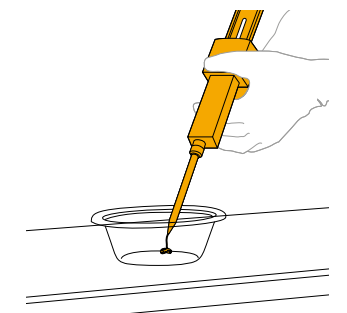

Abb. 4
- sobald die gewünschte Farbe erzielt ist, den im Satz enthaltenen Applikator mit dem Harz vorbereiten (Abb. 4);